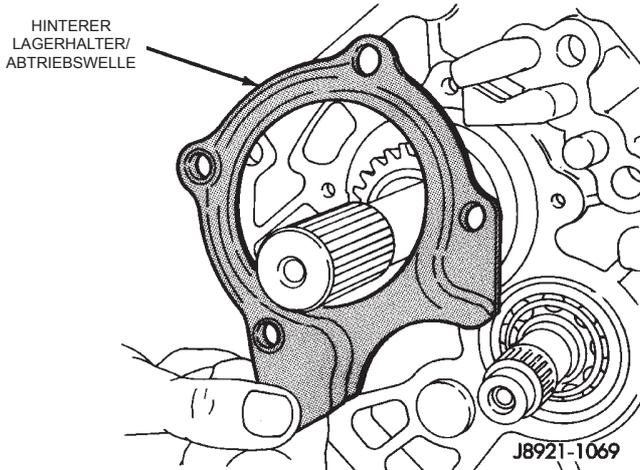

Abb. 62 Hinteren Lagerhalter der Abtriebswelle ausbauen
(14) Den hinteren Lagerhalter abnehmen (Abb. 62).